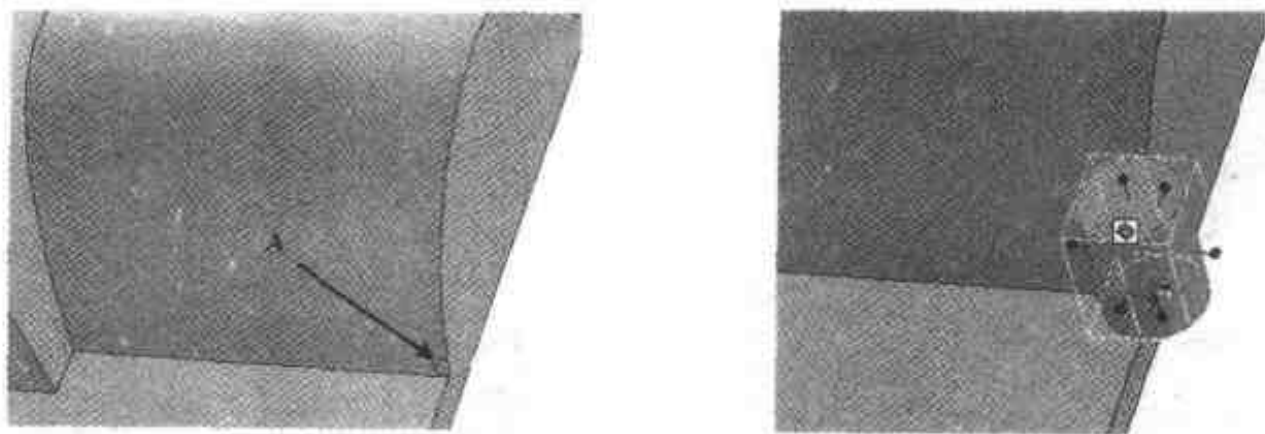

图 2.10 引入第一个凸台圆柱
- (1) 从【图素】设计元素库中向如图 2.10 所示交点处拖入一个【圆柱体】智能图素, 结果如图 2.10 右图所示。